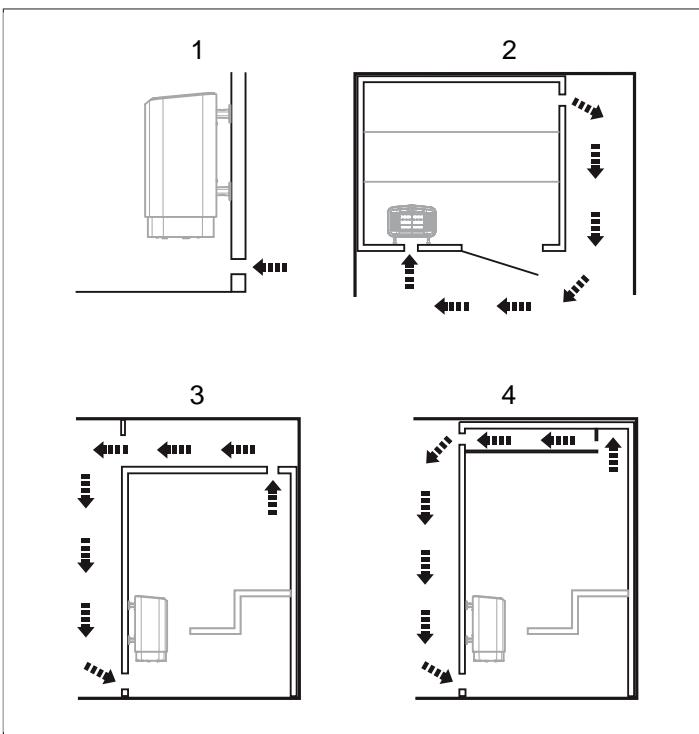

Рисунок 6: Установка впускного и выпускного клапана
- с максимальным расстоянием до впускного клапана, например, по диагонали (см. *Рисунок 6*, страница 3).
- высоко на стене или на потолке (см. *Рисунок 6*, страница 3).